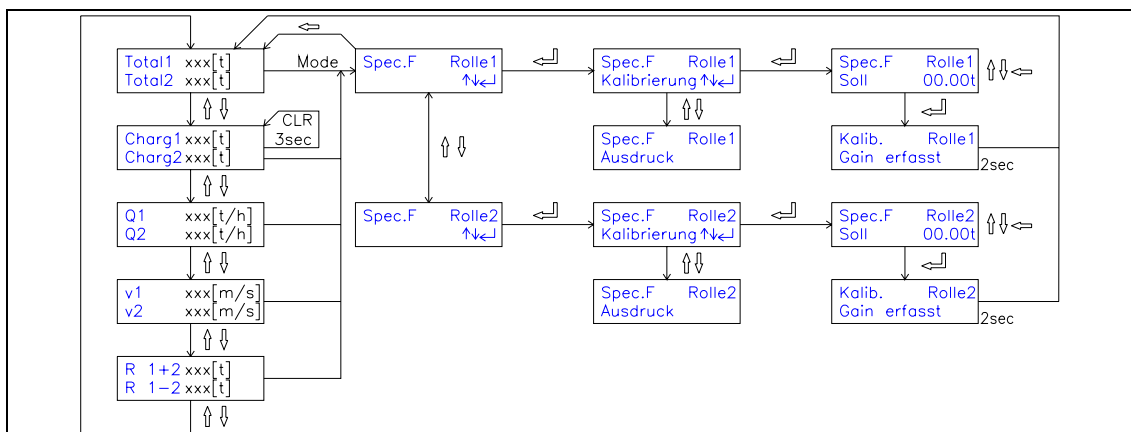

Bild 23: Schematische Übersicht BMGZ620A
- Eine Kalibriercharge von beliebiger Grösse, z.B. 10 t, über die Förderbandwaage laufen lassen und in einen LKW mit bekanntem Leergewicht verladen (siehe Bild 23 und „7.6 Abwägen einer Charge (manuell)“)